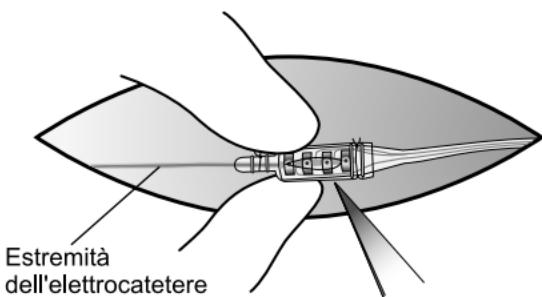

Figura 15. Recisione della legatura e della guaina del connettore ed esposizione delle viti di arresto.
4. Tagliare la legatura distale sull'estremità della connessione rivolta verso l'elettrocattetere. Recidere la guaina del connettore sopra le viti di arresto in modo da esporre quest'ultime (Figura 15).